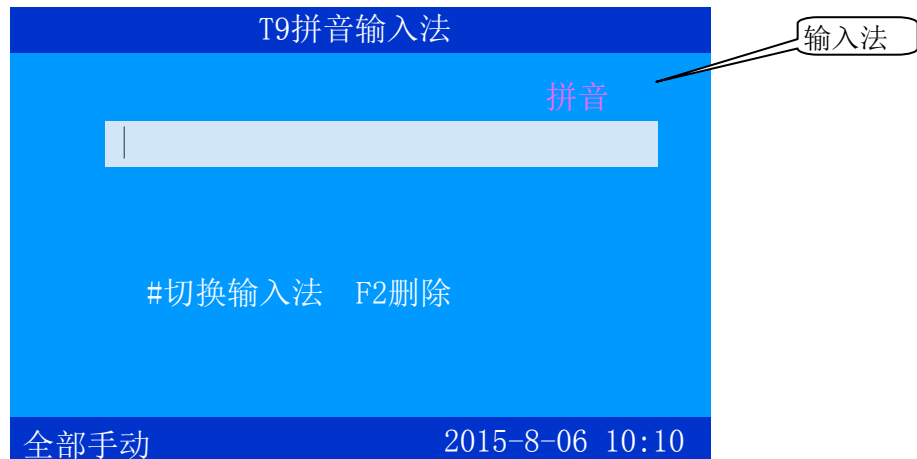

图 5-3
6) 安装位置信息: 光标在安装位置时按“确认”键进入图 5-3 界面, 按“F2”删除以前输入字, 按“#”切换拼音、数字、字母、字符输入法, 拼音输入法: 用左右键选拼音, 用上下方向键选字, “确认”键确认要输入的字。数字输入: 直接按键盘数字键。字母输入: 按字母键再按“确认”输入。选择汉字后, 在“拼音”行输入拼音, 在“汉字”行选择汉字。按此方法可用三种符号书写出安装位置。按“取消”键返回到安装位置保存菜单。